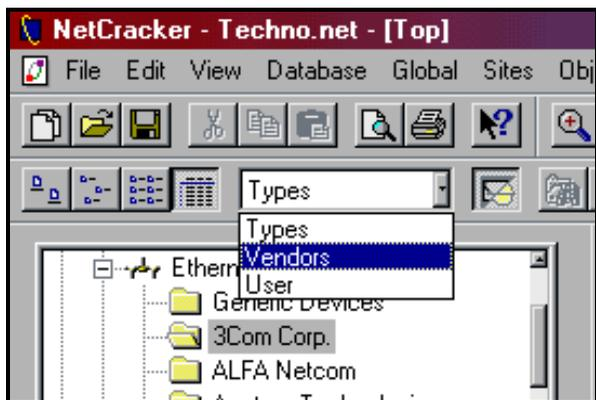

Рис. 4.7. Изменение режима отображения базы устройств
5. Измените режим браузера на инструментальной панели Базы данных (Рис. 4.7), в поле со списком выберите Vendors (производитель).